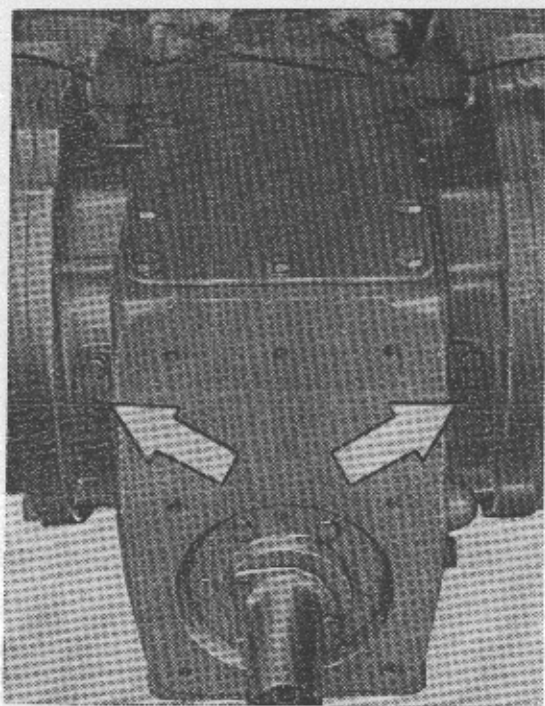

Fig. 61
9) **Ingrassatori manicotti per disinnesto frizioni di sterzo** - Iniettare grasso (N. 2 ingrassatori) (fig. 61) del tipo indicato nella voce « RIFORNIMENTI ».